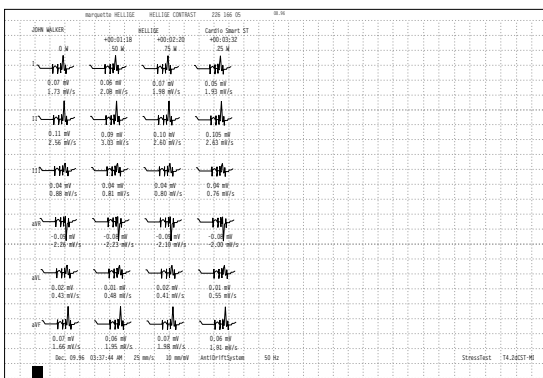

Bild 7-13. ST-Resümee (Blatt 1)
- 2 Blatt mit ST-Resümee (Bild 7-13).